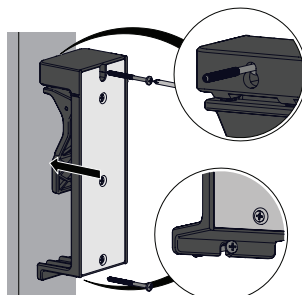

Figura 10
1. Para instalar el clip de riel en una superficie vertical, primero instale el tornillo superior en la superficie vertical, luego cuelgue el clip de riel en el tornillo superior. Para fijar el clip de riel, instale el segundo tornillo en la parte inferior del clip de riel. (Figura 10)